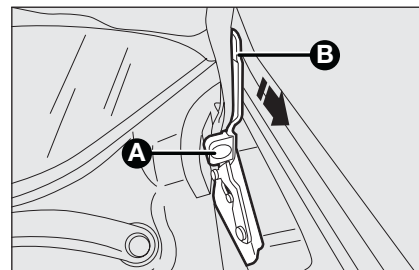

fig. 88
- soulever le capot avec une main et avec l'autre tirer vers soi le dispositif **A-fig. 88** et baisser ensuite le levier **B**;